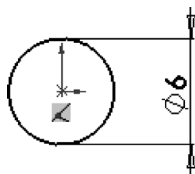

图 7-12 绘制圆
**03** 绘制圆。单击“草图”控制面板中的“圆”按钮，以系统坐标原点为圆心绘制一个直径为 6mm 的圆作为拉伸基体特征的草图轮廓，如图 7-12 所示。